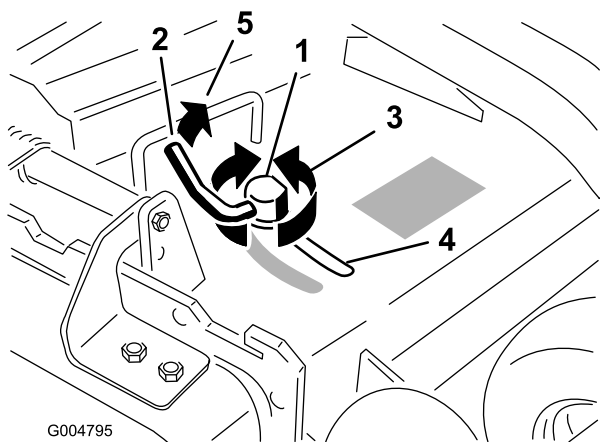

Figura 14
3. Per regolare il blocco della camma alzate la leva e allentate il blocco (Figura 14).
5. Riportate la leva alla posizione originale per serrare il blocco del deflettore e della camma (Figura 14).